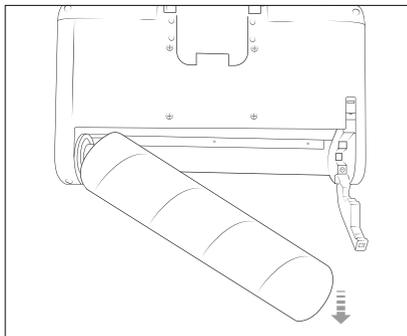

Fig. 13
- 3) Togliere il rullo a spazzola 12 dalla testa di lavaggio 7 (vedere fig. 13).